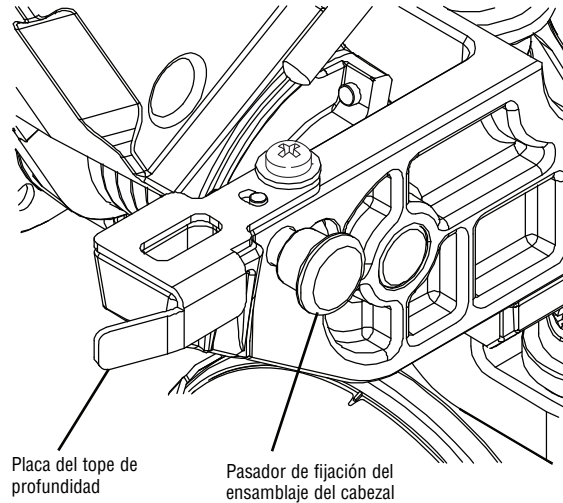

Figura 11
3. Mientras presiona hacia abajo el cabezal de la sierra, empuje hacia adentro el pasador de fijación del ensamblaje del cabezal. Suelte el ensamblaje del cabezal. El cabezal quedará fijo en la posición hacia ABAJO (vea la figura 11).